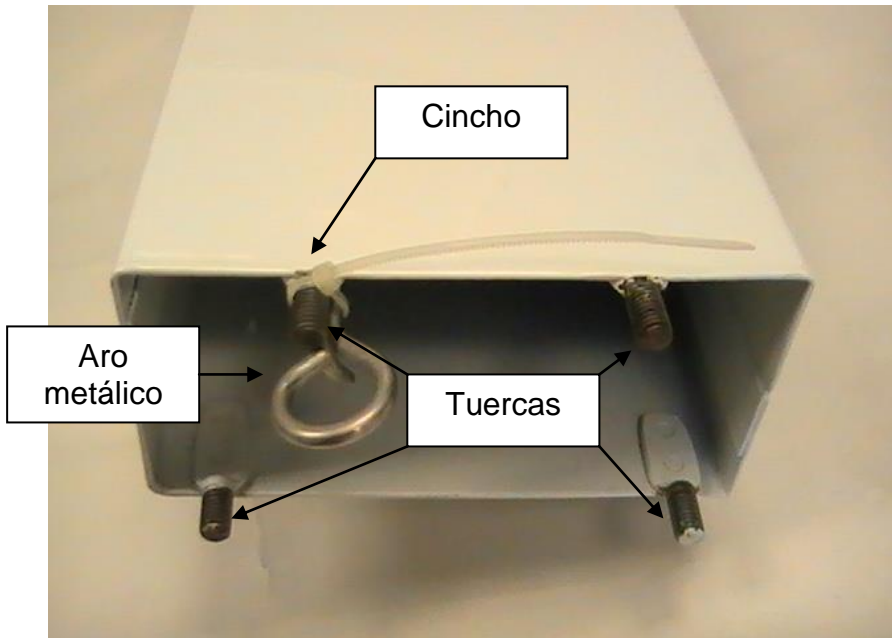

Figura 3
4. Corte el cincho que sujeta la varilla a las tuercas de la columna (ver la figura 3 en la página 8).